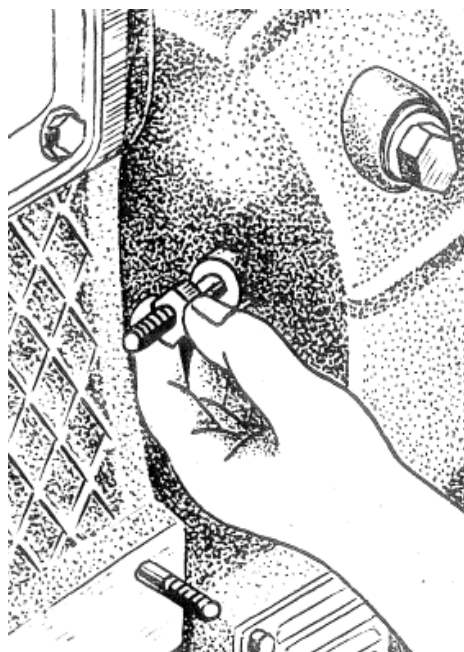

Рис. 9.2 Определение ВМТ
- выверните установочную шпильку (рис. 9.2) из картера маховика и вставьте ее нерезьбовой частью в то же отверстие до упора в маховик;